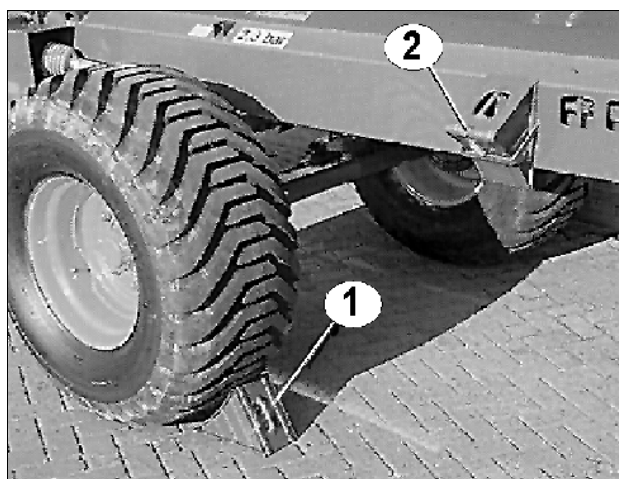

Рис. 23
- Перед отсоединением **ZG-B** необходимо зафиксировать при помощи двух противооткатных упоров для колес (Рис. 23/1) от непредвиденного откатывания. Для транспортировки противооткатные упоры (Рис. 23/2) крепятся на раме и фиксируются пружинами.